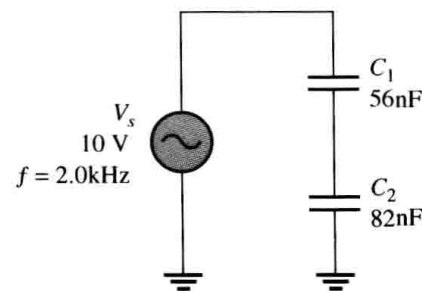

图 9-70 习题 33 图
33. 对图 9-70 所示的电路, 求每个电容器的容抗、总容抗和各个电容器两端的电压。